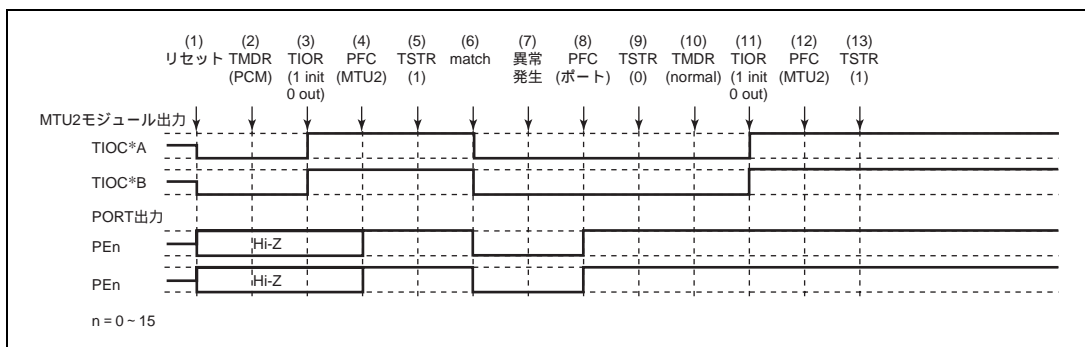

図 10.154 位相計数モードで異常が発生し、ノーマルモードで復帰する場合
位相計数モードで異常が発生し、再設定後ノーマルモードで再スタートする場合の説明図を図 10.154 に示します。
(1) ~ (9) は図 10.154 と共通です。
(10) PWM モード 1 を設定します。
(11) TIOR で端子を初期化してください (PWM モード 1 では TIOC*B 側は初期化されません)。
(12) PFC で MTU2 出力としてください。
(13) TSTR で再スタートします。
(19) 位相計数モードで動作中に異常が発生し、PWM モード 2 で再スタートする場合の動作
(10) PWM モード 2 を設定します。
(11) TIOR で端子を初期化してください (PWM モード 2 では周期レジスタの端子は初期化されません)。
(20) 位相計数モードで動作中に異常が発生し、位相計数モードで再スタートする場合の動作
(10) 位相計数モードで再スタートする場合には必要ありません。
(11) TIOR で端子を初期化してください。
(21) 相補 PWM モードで動作中に異常が発生し、ノーマルモードで再起動する場合の動作